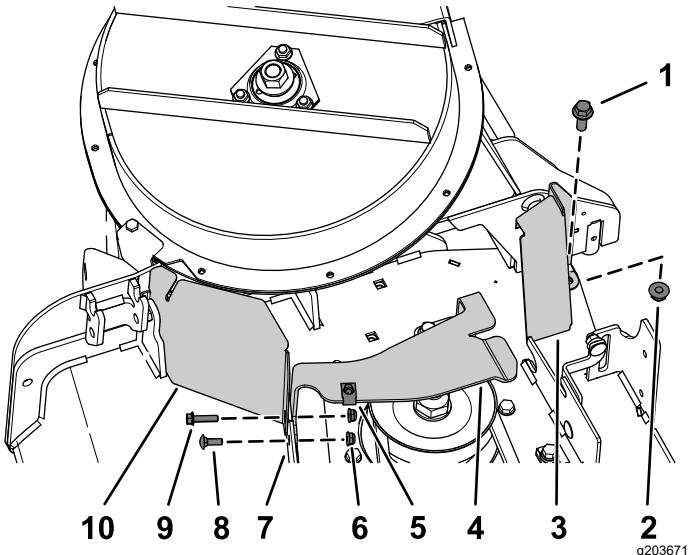

Figura 11
2. Instale el soporte de la cubierta de la correa (CE) en los taladros de la parte trasera de la pestaña delantera de la carcasa (Figura 11).
3. Sujete el protector de la polea (CE) y el soporte de la cubierta de la correa al orificio exterior de la pestaña delantera de la carcasa con el perno de cabeza hexagonal ($\frac{1}{4}$ " x 1") y una tuerca con arandela prensada ($\frac{1}{4}$ "), según se muestra en Figura 11.
4. Sujete el soporte de la cubierta de la correa al orificio interior de la pestaña delantera de la carcasa con un perno de cuello cuadrado ($\frac{1}{4}$ " x $\frac{3}{4}$) y una tuerca con arandela prensada ($\frac{1}{4}$ "), según se muestra en Figura 11.
5. Alinee el orificio de la pestaña trasera del soporte de la cubierta de la correa (CE) con el orificio de la carcasa de donde retiró el soporte de la cubierta de la correa en el paso 1 de Retirada del soporte de montaje de la cubierta (página 3); consulte Figura 11.
6. Sujete la pestaña trasera del soporte de la cubierta de la correa (CE) a la carcasa con un perno de cabeza hexagonal ($\frac{3}{8}$ x 1") y una tuerca con arandela prensada ($\frac{3}{8}$ "), según se muestra en Figura 11.
- Alinee la tuerca rápida con el taladro de la parte superior del soporte de la cubierta de la correa (CE), y coloque la tuerca rápida a presión en el soporte (Figura 11).
- Instale provisionalmente el protector trasero a la carcasa de corte con un perno de cabeza hexagonal ($\frac{3}{8}$ " x 1") y una tuerca con arandela prensada ($\frac{3}{8}$ "), según se muestra en Figura 11.